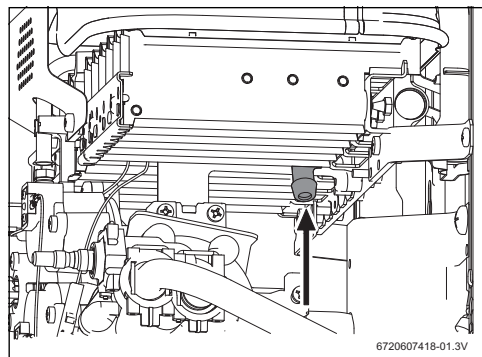

Fig. 14 Ponto de medição de pressão
- ▶ Desapertar o parafuso obturador (Fig. 14).